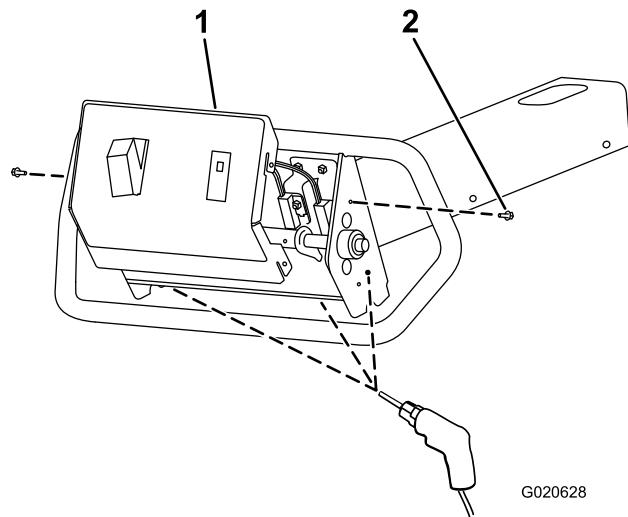

Bild 3
1. Entfernen Sie die zwei Sechskantschrauben (Nr. 10-24" x 1/2") aus dem Rahmen (Bild 3).
2. Trennen Sie die Abdeckung vom Rahmen ab (Bild 3).
3. Entfernen Sie den Kabelbaum vom Schalter und von der Lampe in der Bedienfeldabdeckung (Bild 3).
4. Bohren Sie vier Löcher (10 mm) an den Stellen im Rahmen, die Sie in Schritt 6 der Schritte 1 markieren des Rahmens (Seite 1) markiert haben, siehe auch Bild 2 und Bild 3.